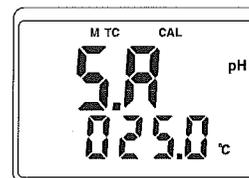
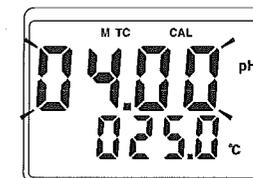

図12
図13
(6)再度CALボタンを2秒以上長押しすると"SA"と表示が出た後、"04.00"が点滅します。付属の校正液で校正する場合は▲又は▼ボタンで04.01に数値を変更します。この値は校正液の温度により違って来るので校正液ボトルの横に書かれた温度に対するpH値に変更ください。付属の校正液以外を使用する場合は、その校正液のpH値に合わせます。pH3.5～4.5迄の数値に設定可能です。(図12、図13)